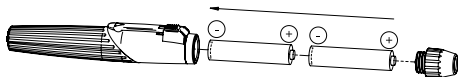

Fig. 3
Para a preparação, desaperte a cabeça (3) do manípulo (1) e introduza duas pilhas primárias alcalinas (tamanho LR03/AAA/1,5V) (Fig. 3). De seguida, volte a apertar a parte superior.
Desaperte a cabeça (3) e retire as pilhas. Introduza pilhas novas com o polo positivo voltado para o topo do manípulo (Fig. 3).